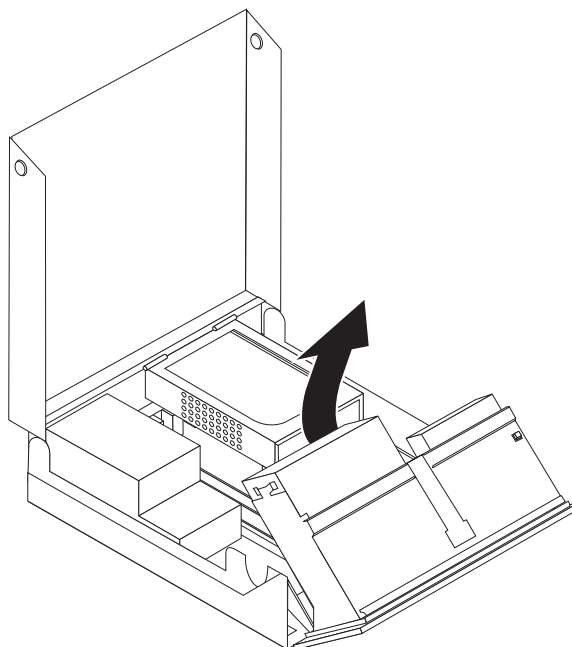

Figura 26. Accesso all'unità ottica
2. Ruotare l'assieme del vano unità per accedere all'unità ottica. Consultare la sezione Figura 26.